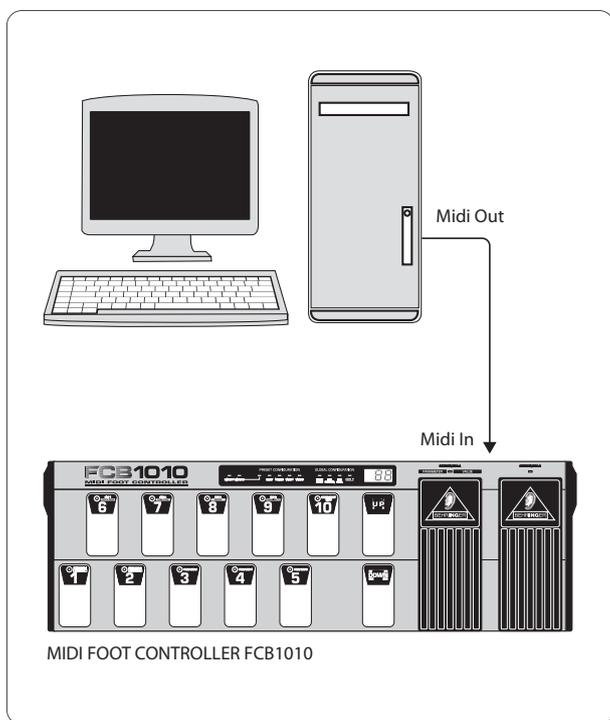

Fig. 2.6.: Recepção de um SysEx-Dumps
- Aquando da activação mantenha a tecla DOWN premida durante aprox. 2,5 segundos. Aceden-se o LED DIRECT SELECT no mostrador. O modo GLOBAL CONFIGURATION é activado (ver fig. 2.6).